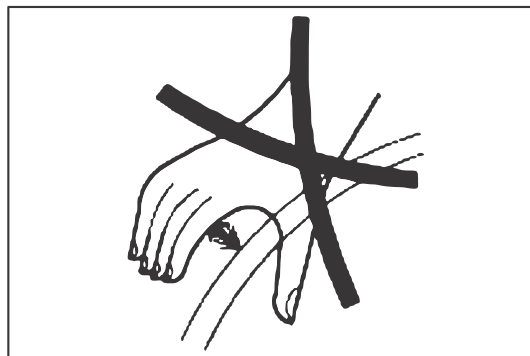

Abb. 2.18
**WARNUNG:** *Dieselmotorkraftstoff oder Hydraulikfluid können unter Druck die Haut oder Augen durchdringen und schwere Verletzungen, Erblindung oder den Tod verursachen. Verwenden Sie ein Stück Pappe oder Holz, um Lecks zu finden. Verwenden Sie dabei niemals die ungeschützte Hand. Tragen Sie eine Schutzbrille zum Schutz der Augen. Ist eine Flüssigkeit in die Haut gelangt, muss diese innerhalb weniger Stunden von einem Arzt entfernt werden, der mit dieser Art von Verletzung vertraut ist, Abb. 2.18*